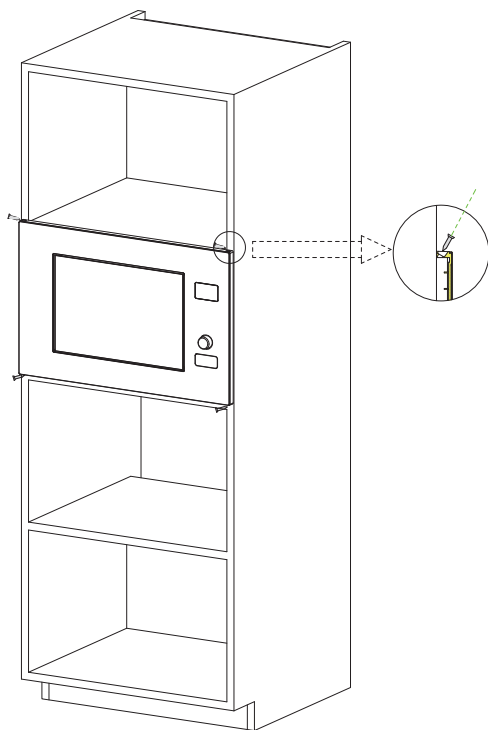

Fig. 2
b) Împingeți cuptorul cu microunde până la capăt. (Fig. 2)